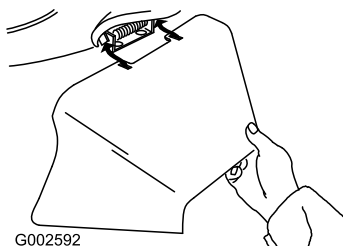

Figura 35
3. Instale el conducto de descarga lateral y cierre la puerta sobre el conducto (Figura 35).